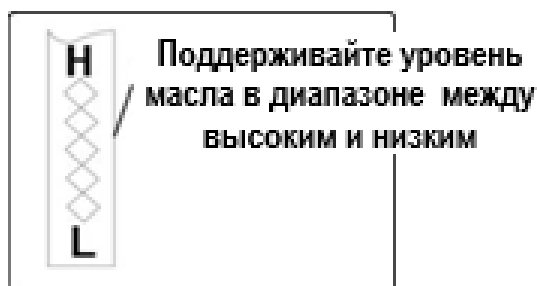

Рисунок 37
4. Выкрутите масляный щуп, отметьте уровень масла. Если уровень масла ниже отметки «**LOW**» («НИЗКИЙ»), медленно долейте масло до отметки «**HIGH**» («ВЫСОКИЙ») на щупе (рис.37).